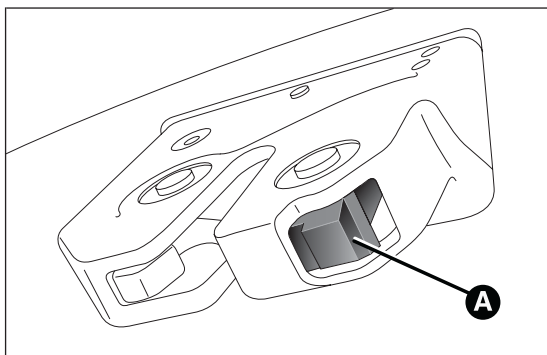

fig. 57
- ❑ appuyer sur le levier A fig. 57.